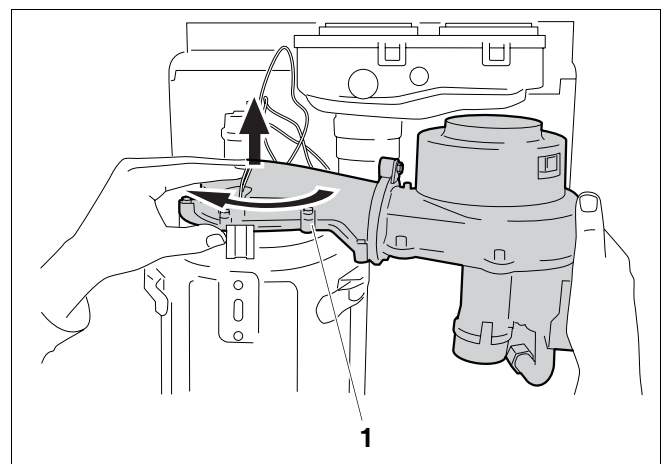

Abb. 54 KombiVent demontieren
- Mutter lösen (Abb. 54, **Pos. 1**) und Gas-Lufteinheit (KombiVent) demontieren.